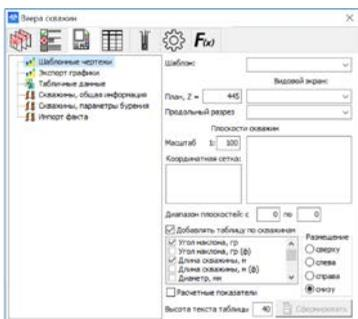

Рис.2.3. Вкладка формирования документации
- Вкладка **Технологическая документация**  (Рис. 2.3.) позволяет сформировать чертежи и табличные данные по веерам скважин.